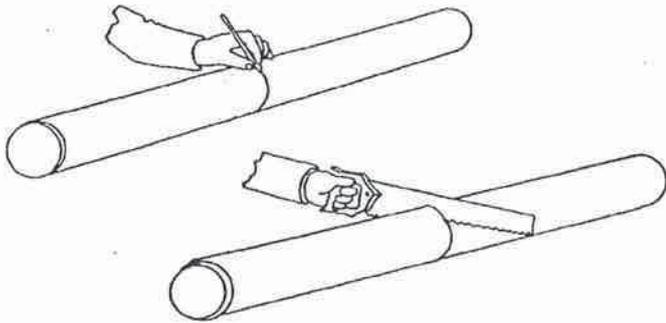

Bild 11: Anzeichnen und ablängen
- gewünschtes Mass anzeichnen und mit feinzahziger Säge ablängen (Bild 11).